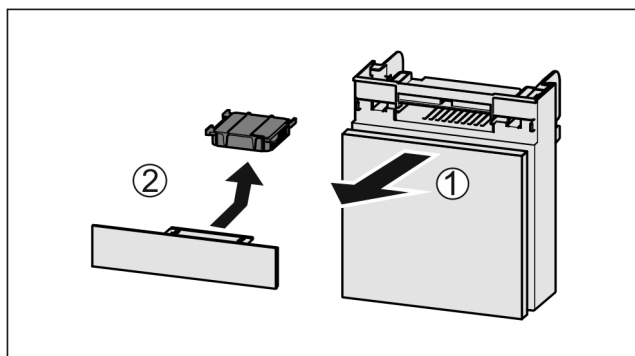

Fig. 111
- ▶ Retire el compartimento hacia delante Fig. 111 (1).
- ▶ Retire el filtro de carbón activo Fig. 111 (2).